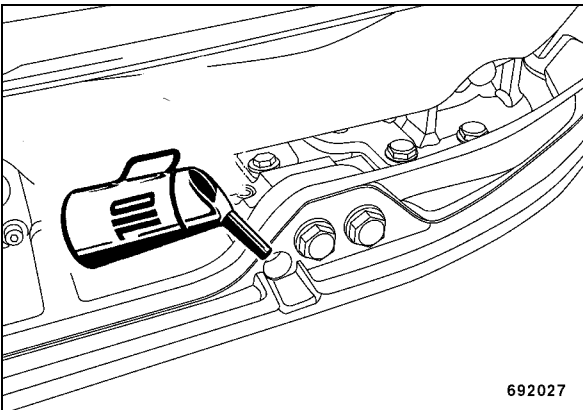

рис. 59
- Залить новое масло (рис. 59); для этого установить машину под наклоном.